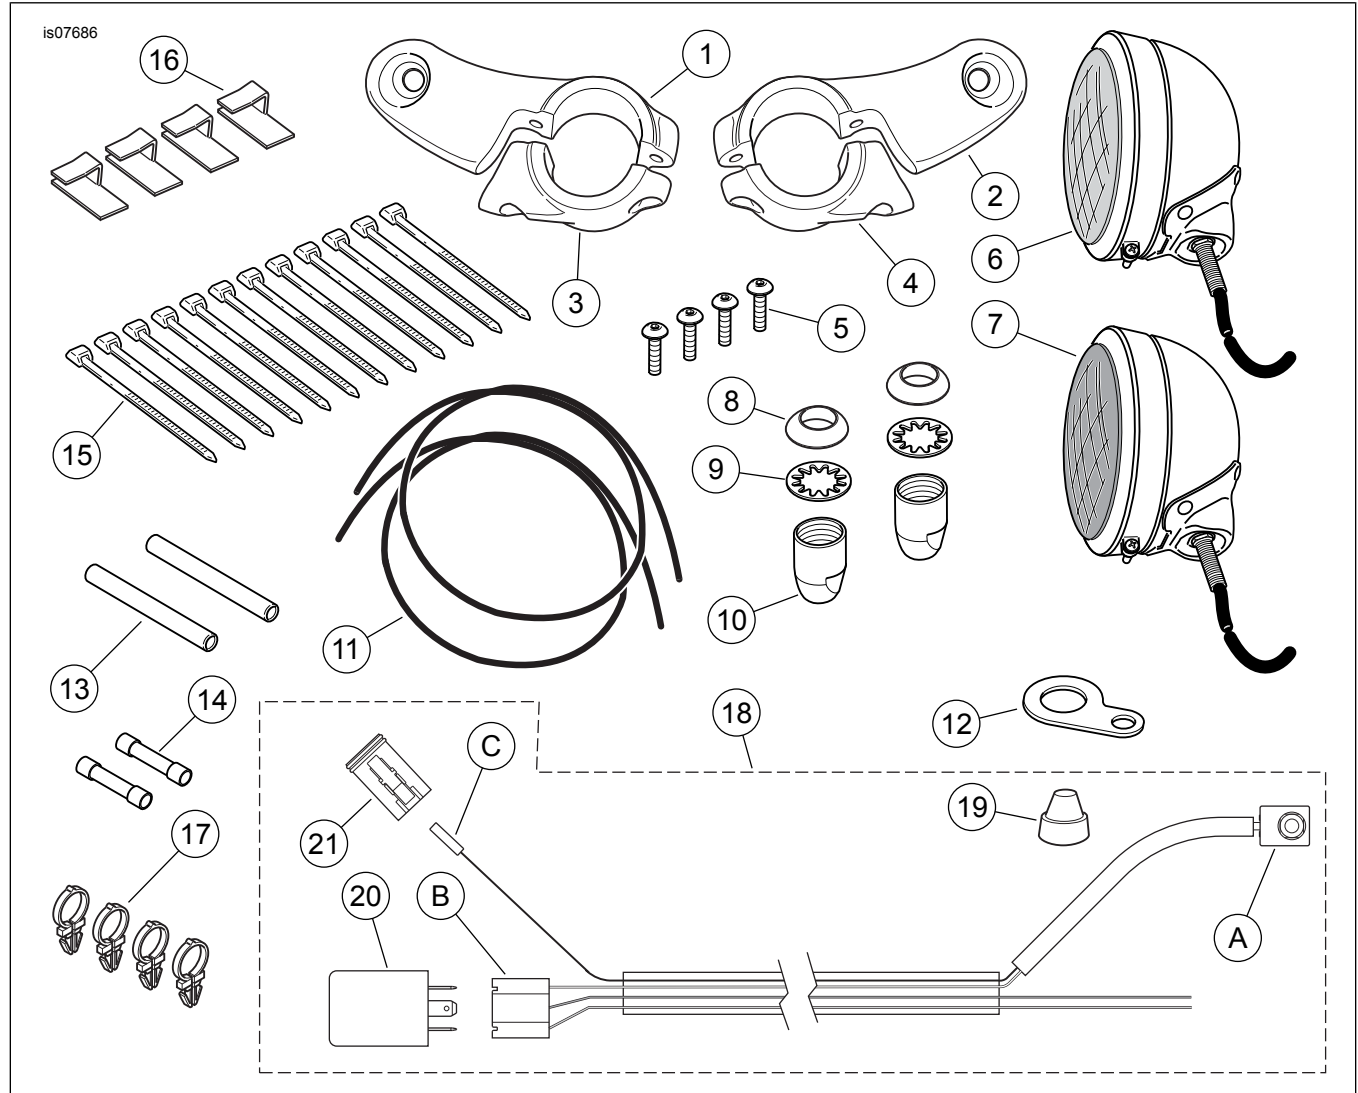

Figura 5. Piezas de servicio, kit de luces de emergencia Police
Vea la Figura 5 y la Tabla 1.
5. Vea la Figura 5. Instale el arnés de cableado (18). Coloque el relé intermitente (20) en la abertura debajo del tanque de combustible y coloque la porción larga del arnés hacia adelante a lo largo del eje central de la estructura, dentro de la caja plástica de cables.
11. Asegure la porción del arnés del interruptor de la luz al manillar con los **nuevos** retenes del arnés de cables ( Figura 5, artículo 17), según sea necesario. Encaje los retenes dentro de los agujeros en el manillar.
18. Deslice el tubo de contracción por calor (1) alejándolo del empalme. Use un dispositivo de calor radiante para calentar los conectores de empalme sellado engarzados (3). Aplique calor del centro del engarce hacia afuera sobre cada extremo hasta que el sellador derretido salga de ambos extremos del conector. Permita que enfríe el conector.
19. Deslice el tubo de contracción por calor (1) sobre el empalme. Usando el dispositivo de calor radiante, caliente el tubo de contracción por calor para encapsular la conexión de empalme sellado. Aplique el calor desde el centro del engarce hacia afuera de cada extremo.
20. Vea la Figura 5. Asegure los cables a la pieza de soporte inferior de la dirección de la horquilla, usando las presillas con respaldo adhesivo (16) del kit.